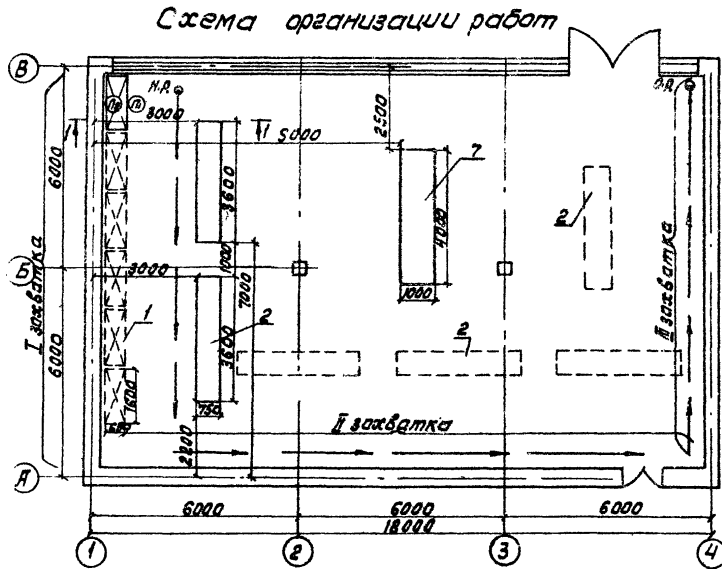

Рис.1
3.2. Работы по облицовке стен поливинилхлоридной рейкой ведутся последовательно от оси "1" по ряду "В" к оси "4" (рис.1). Поверхность стен разбивается на три захватки, каждая захватка делится на участки кратные ширине рейки - 75 мм. Участки стены шириной менее 75 мм облицовываются доборными рейками различной ширины. Рейка крепится по всей высоте: с одной стороны прибавается вертикально к деревянному каркасу гвоздями длиной 40 мм; с другой стороны крепится замковым шпунтом к соседней рейке.